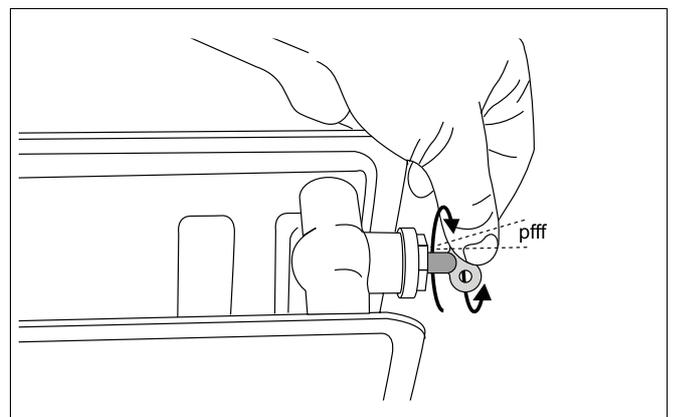

Fig. 70 Sfiatare l'impianto di riscaldamento
- Sfiatare l'impianto di riscaldamento mediante le valvole di sfogo aria dei radiatori. Iniziare l'operazione dal piano inferiore dell'edificio e proseguire con i piani più alti (fig. 70).